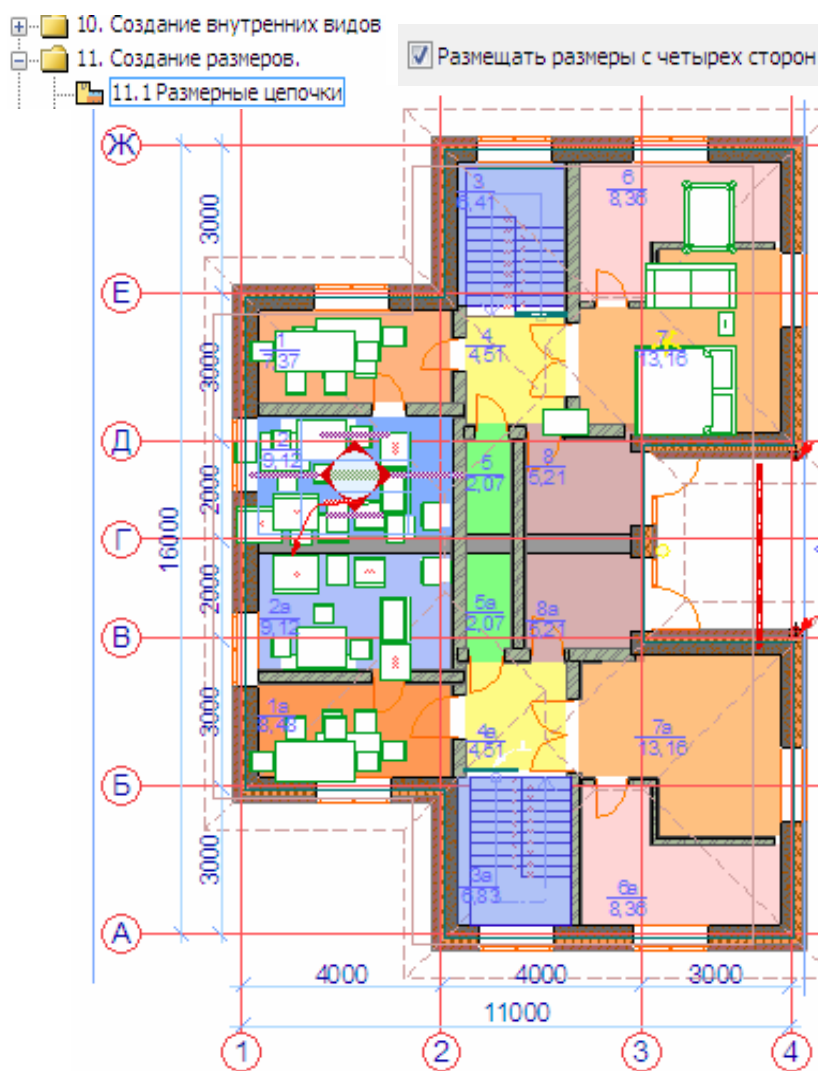

Рис. 141
8. Разместите курсор под горизонтальной стеной, расположенной на оси А (рис. 141), чтобы он принял форму знака мерседес (обычного или жирного), и произведите щелчок для указания направления размерных линий. Это направление будет являться первым основным направлением размерных линий. Другое основное направление будет перпендикулярным к нему.
Результаты простановки линейных внутренних размеров представлены на рис. 141, 142.